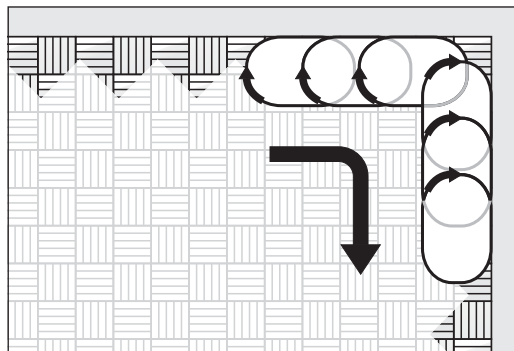

Abb. 14 ELAN mit **kurzem** oder **langem** Vorsatz: Kreisende Bewegungen **im Uhrzeigersinn!**
- Die ELAN mit **kurzem** oder **langem Vorsatz** wird beim Schleifen mit kreisenden Bewegungen **im Uhrzeigersinn** bewegt (Abb. 14)!